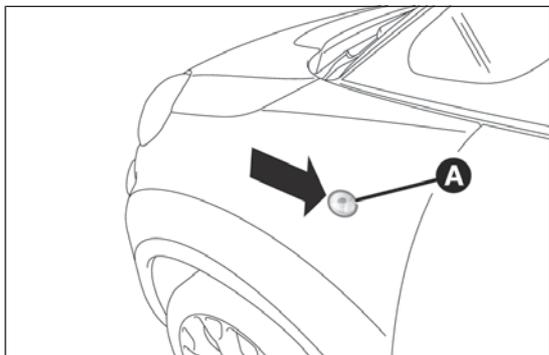
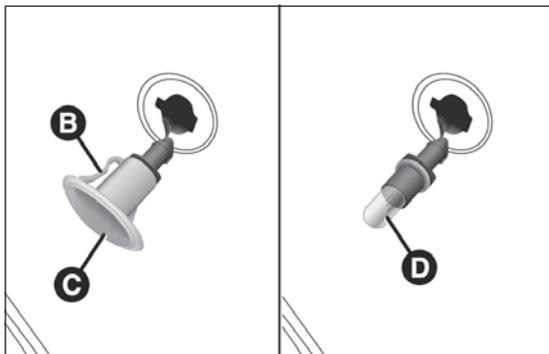

fig. 178
fig. 179
- intervenir en el aplique transparente A fig. 178 de forma que se comprima la ballestilla interior B fig. 179, a continuación extraer el grupo hacia el exterior;